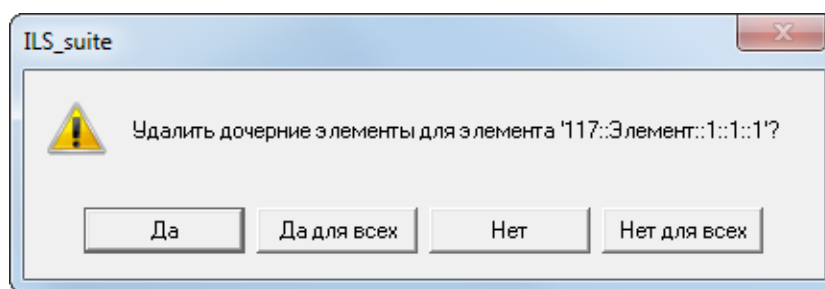

Рис. 13-418 – Диалоговое окно
7) Для отказа от удаления нажать «Нет». Для того чтобы продолжить удаление, нажать «Да». В этом случае появится диалоговое окно с вопросом, удалять ли дочерние элементы из базы данных (рис. 13-418).